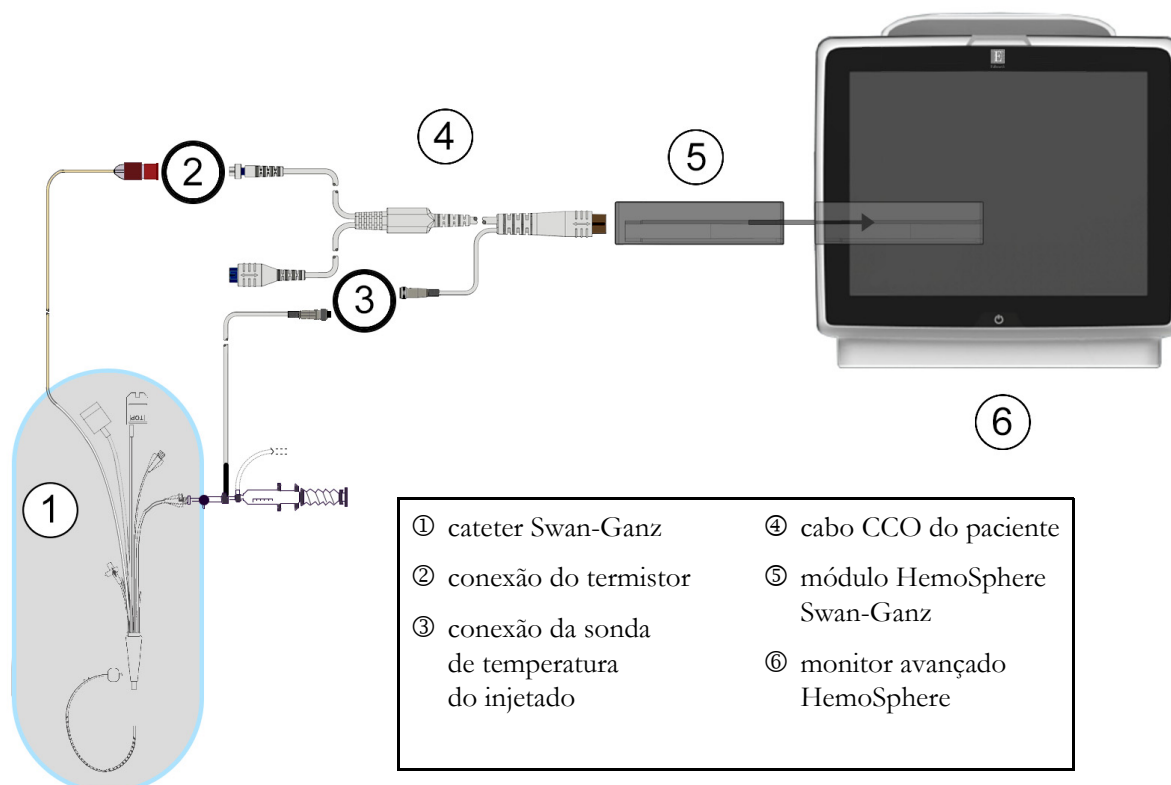

Figura 9-5 Visão geral da conexão de DCi
- 2 Prenda a extremidade do cateter do cabo CCO do paciente ao conector do termistor no cateter de DCi Swan-Ganz, conforme mostrado por ② na figura 9-5.
Uma sonda de temperatura do injetado detecta a temperatura do injetado. A sonda selecionada é conectada ao cabo CCO do paciente (figura 9-5). É possível escolher entre dois tipos de sondas:
Conecte a sonda da temperatura do injetado (em linha ou banho) ao conector da sonda de temperatura do injetado no cabo CCO do paciente, conforme ilustrado em ③ na figura 9-5.